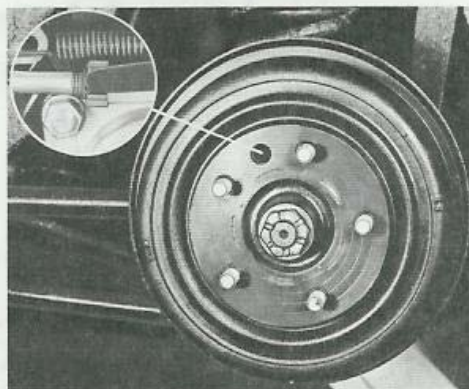

Bild 33. Justerarmens ställning
2. Roterat hjulet under det bromsarna läggs an genom att vrida justerskruven medurs med hjälp av nyckel SVO 2548, se bild 33. När hjulet nått och jämt kan vridas runt med en hand avbryts anläggningen. Lossa därefter 4 "spärrhack" och kontrollera att trumman kan rotera fritt med justerskruven i spärrläge.
Dessa bromsar är försedda med självjusteringsanordning och behöver därför justeras endast sedan de varit isärtagna. Sedan trumman monterats justeras till rätt avstånd mellan trumma och belägg genom upprepade, försiktiga ansättningar av bromsen under det hjulet roteras såväl framåt som bakåt. För 2-krets B 20 skall ansättningen ske med parkeringsbromsen varefter genom hålet i bromstrumman kontrolleras att justerarmens nedre del är mitt för justermuttern, jämför bild 33.